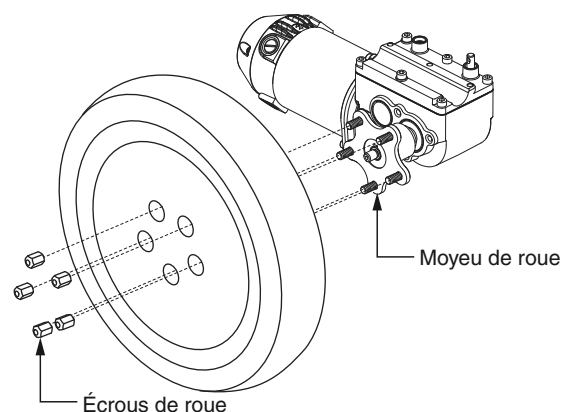

Figure 21. Enlèvement de la roue motrice
4. Retirez les cinq (5) écrous de roue du moyeu. Voir la figure 21.